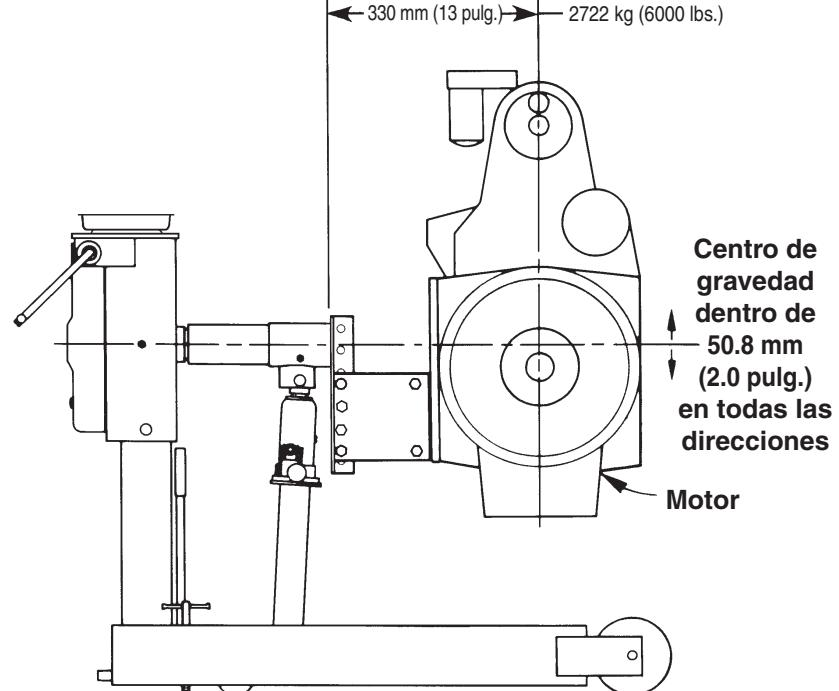

Figura 4
- Consulte la Figura 4. Alinee el motor (con las placas laterales fijadas a la placa adaptadora) con la placa adaptadora universal sobre el soporte del motor. Eleve o baje el motor hasta que su centro de balance esté alineado con el eje giratorio del soporte del motor. *Nota: El centro de balance del motor (la mayor concentración de peso) usualmente se encuentra 50.8 mm (dos pulgadas) por encima del centro del cigüeñal.*